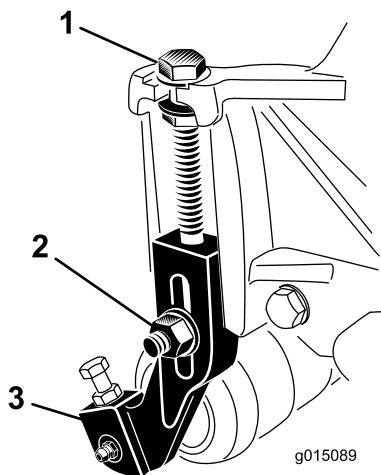

図 14
1. 刈り高ブラケットをカッティングユニットのサイドプレートに固定しているロックナットをゆるめる 図 14。